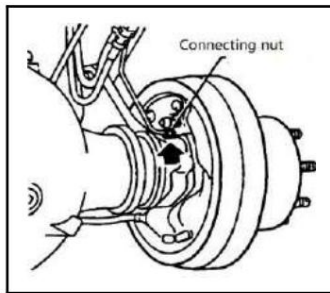

Figura 5-1
- 5) Retire las tuercas de conexión de los frenos de las bombas auxiliares de los frenos izquierdo y derecho (vea la figura 5-1).